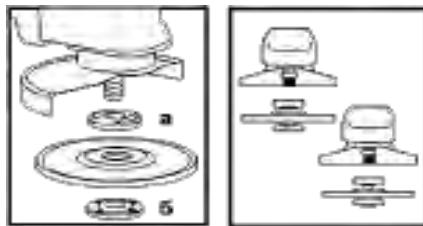

Рисунок 2
4.4 Установите на изделие шлифовальный либо отрезной диск. Для этого нажмите на кнопку фиксации шпинделя (1) и поверните шпиндель до такого положения, при котором он зафиксируется. С помощью вилочного ключа из комплекта изделия отверните и снимите зажимную гайку (6) (смотрите рисунок 2). Установите шлифовальный диск на посадочное место фланцевой шайбы (а) (рисунок 2), нажмите рукой зажимную гайку на шпиндель и затяните ее ключом из комплекта изделия. Отпустите кнопку фиксации шпинделя и убедитесь в том, что кнопка освобождена, путем двух- или троекратного нажатия. Проверните диск и убедитесь, что шпиндель разблокирован. При установке диска с утопленным центром всегда устанавливайте его выпуклой стороной к фланцевой шайбе.